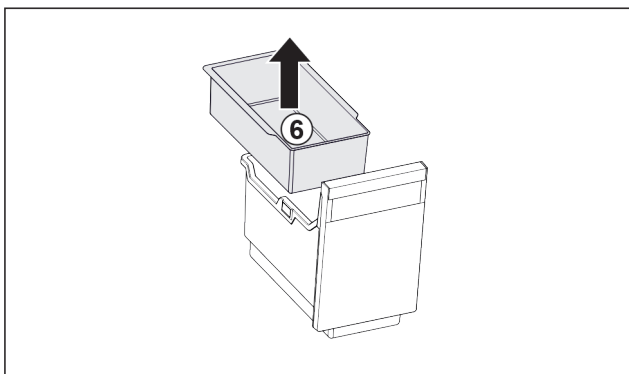

Fig. 124
- ▶ Вийняти підвісний лоток Fig. 124 (6).